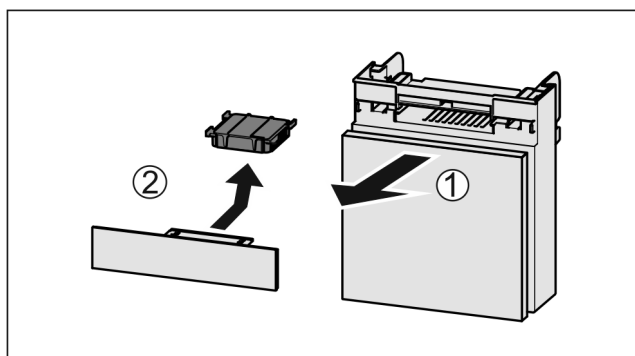

Fig. 52
- ▶ Húzza ki Fig. 52 (1) előre felé a rekeszt.
- ▶ Vegye ki az aktív szén-szűrőt Fig. 52 (2).